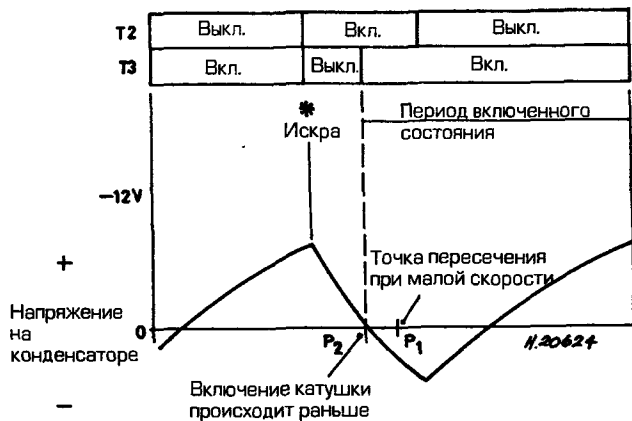

Рис. 6.79. Период включенного состояния при высокой скорости
- д) При высокой скорости конденсатор C не успевает полностью зарядиться (см. рис. 6.79). Поэтому он и разряжается быстрее, включая T_3 раньше.